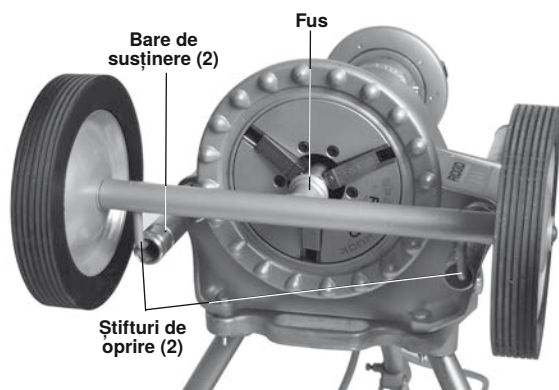

Figura 28 - Instalarea transportorului nr. 32
3. Introduceți tija transportorului nr. 32 în mandrina frontală a motorului de antrenare 300 Power Drive; știfturile de oprire trebuie să fie în capetele barelor de susținere. Strângeți bine mandrina pe tija transportorului (Figura 28).